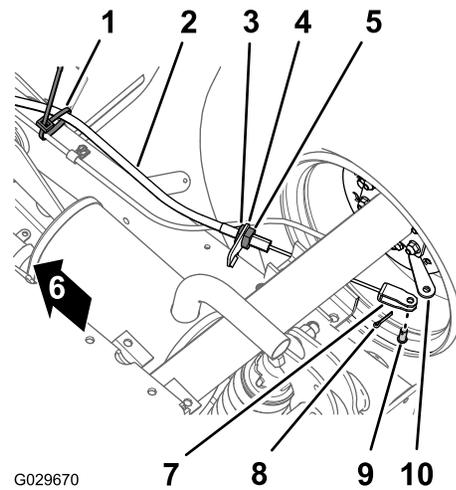

图 46
1. 在机器的底部取下将手刹拉索固定至行车制动拉索上的扎带图 46。
2. 在手刹拉索前锁紧螺母上标记一个旋转条纹图 46。
3. 松开后锁紧螺母然后从刹车拉索支架上取下拉索图 46。
4. 卸下将手刹拉索 U 形销固定至刹车制动杆上的开口销和柱销将拉索与制动杆分开图 46。
- 将手刹拉索的螺纹调节器放置到刹车拉索支架并将 U 形销放置到刹车制动杆上图 46。
- 将手刹拉索的螺纹调节器与刹车拉索支架对齐然后拧紧后锁紧螺母图 46。